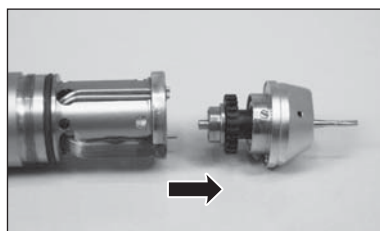

図6
- 2)バーをつまんで前方へカートリッジを引き抜きます。(図6)このとき、Oリングがボディ側に残りますのでOリングを必ず取り外してください。